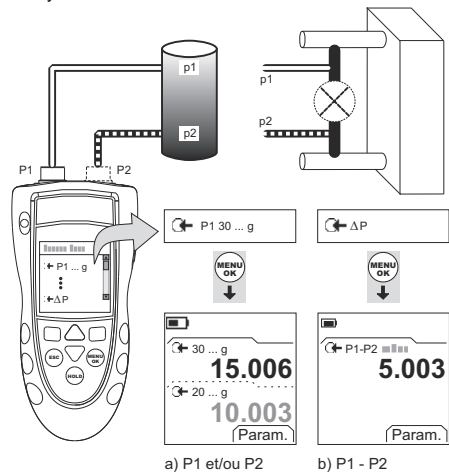

Figure 2 : Exemple de configuration - Mesure de pression
- Raccorder l'instrument (Figure 2) et, si nécessaire, régler la Configuration (Tableau 1).
Les exemples de la Figure 2 indiquent :
- Raccorder l'instrument à l'étalon de pression (Figure 2).